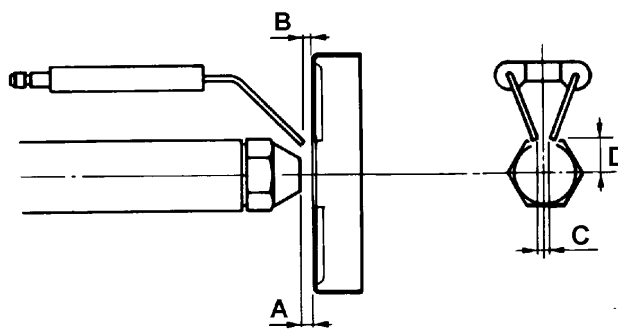

Fig. 20
- Control de electrodos de encendido y relativos aislantes en cerámica, limpieza, eventual ajuste y, si fuera necesario, sustitución (véanse Fig. 20).
⚠ Antes de proceder al desmontaje de la boquilla, relevar la cuota A real (ver Fig. 20) y anotarla en el recuadro de abajo.